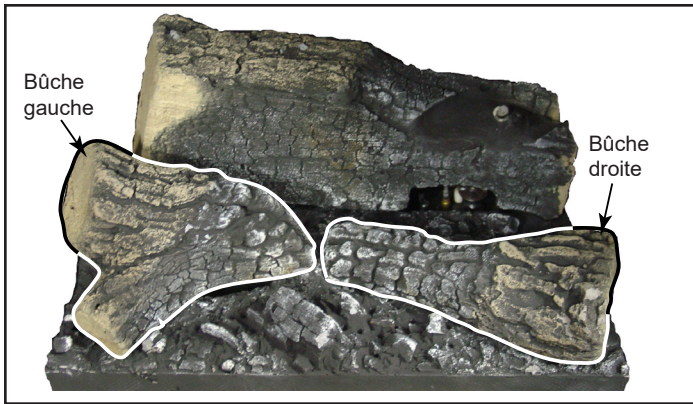

Figure 3.28 – Bûches avant
3. Installez la bûche gauche en faisant correspondre le trou situé au bas de la bûche et la goupille dans le lit de braises (figure 3.28). Placez la bûche sur le trou d'air dans le lit de braises.
4. Installez la bûche droite en faisant correspondre l'encoche située au bas de la bûche et la coche sur le lit de braises (figure 3.28). Placez la bûche sur le trou d'air dans le lit de braises.